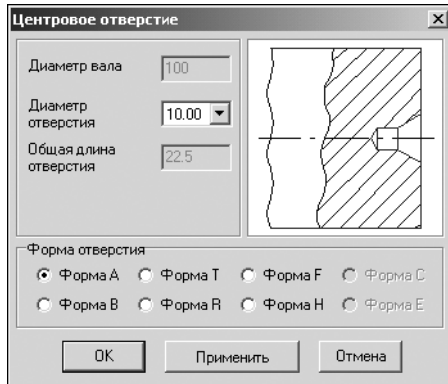

Рис. 5.20.
1. Нажмите кнопку **Центровое отверстие**, расположенную в меню **Простые ступени** инструментальной панели внутреннего контура. Откроется одноименное командное окно (рис. 5.20).